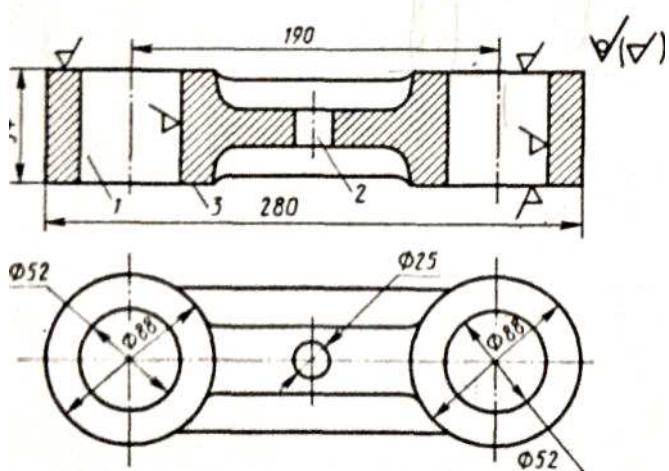

Рис. 13
2. По эскизу детали (рис. 13) разработайте эскизы элементов литейной формы, модели стержневого ящика, собранной литейной формы (в разрезе). Опишите последовательность изготовления формы методом ручной формовки. Материал детали чугун СЧ20.